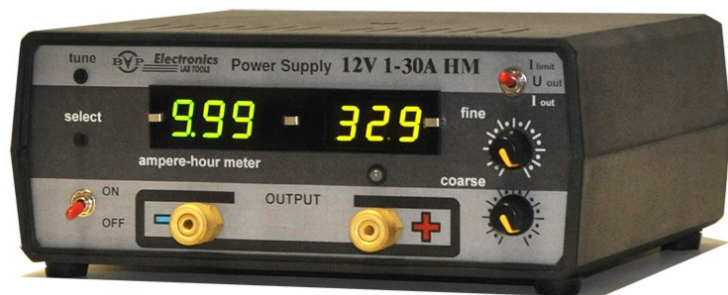

Рис. 1. Импульсный источник питания постоянного тока Lab Tools 12V/30A & ampere-hour meter
- 1.1 Источник питания Lab Tools 12V/30A & ampere-hour meter (рис. 1) - это импульсный преобразователь сетевого напряжения в постоянное выходное напряжение 12V, с максимальным регулируемым током до 30A, совмещенный с двумя встроенными счетчиками ампер-часов (накопительного и дневного).